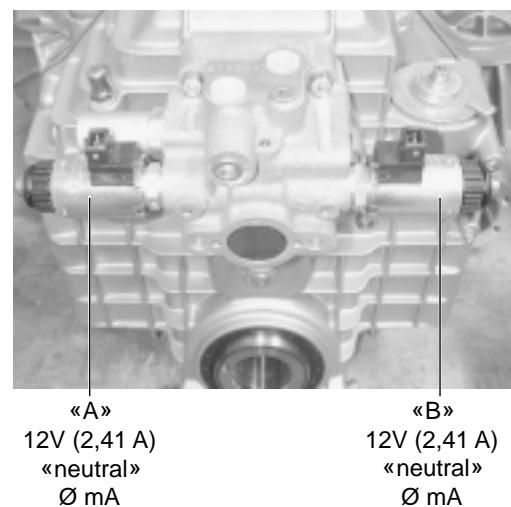

Fig. IV-1 - item 2
The transmission is shifted by actuating the shifting lever (figure IV-1, item1) or the electric valve (figure IV-1, item 2).
La trasmissione è azionata con lo spostamento della leva (figura IV-1 pos. 1) o della elettrovalvola (figura IV-1 Pos. 2).